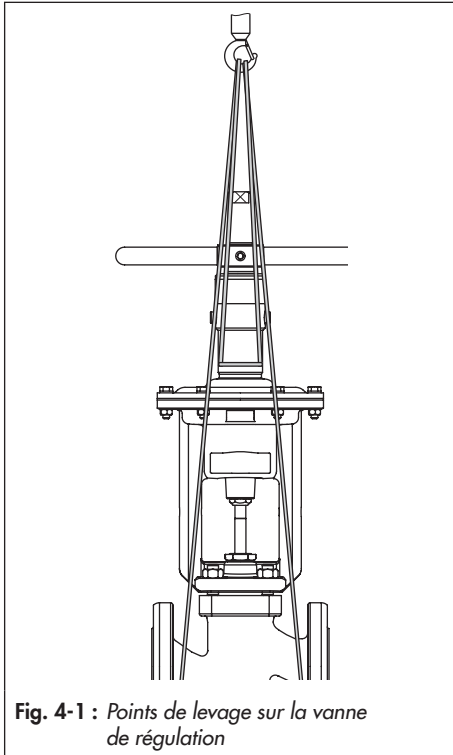

Fig. 4-1 : Points de levage sur la vanne de régulation
- Utiliser un crochet doté d'une fermeture sécurisée (voir Fig. 4-1) pour supporter l'ensemble afin d'empêcher les dispositifs d'arrimage de glisser hors du crochet au cours du levage et du transport.
1. Fixer une élingue sur chaque bride du corps et sur le support (p. ex. crochet) de la grue ou du chariot élévateur, voir Fig. 4-1.